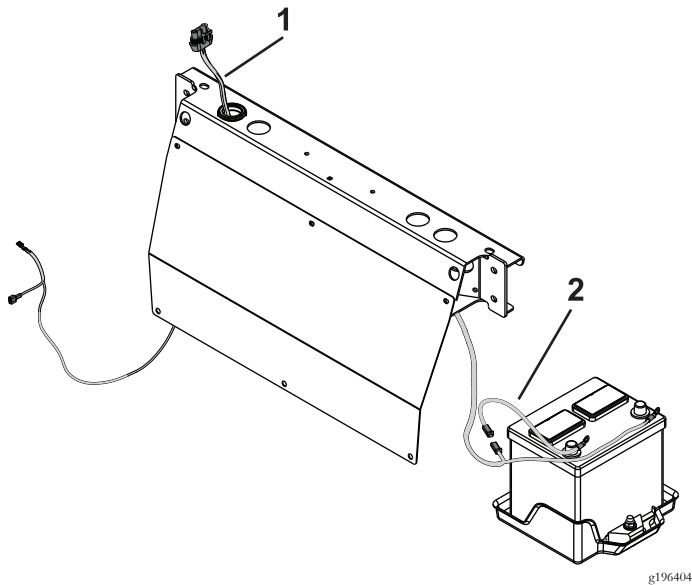

Figura 41
1. Enrute el arnés de cables según se muestra en Figura 41.
2. Conecte el eslabón fusible al arnés de cables (Figura 41).